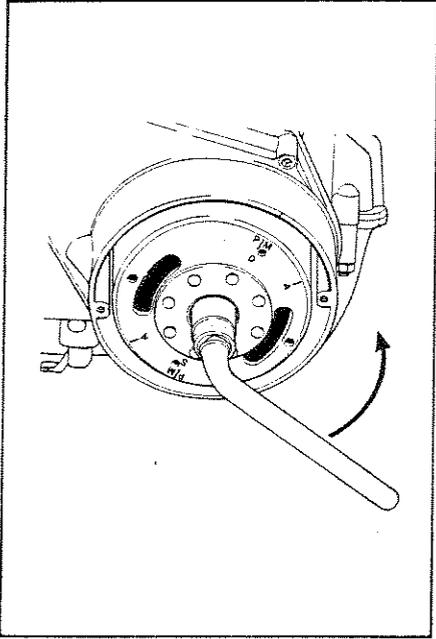

Fig. 31
ruotando il volano in senso antiorario con una chiave da 17 mm, fino a portare il segno marcato PM-D sul volano in corrispondenza con la tacca incisa sul carter (Fig. 31).
1) Place right piston at TDC: this is obtained by turning the flywheel clockwise with a 17 mm spanner until the mark PM-D on the flywheel coincides with the reference mark on the crankcase (Fig. 31).